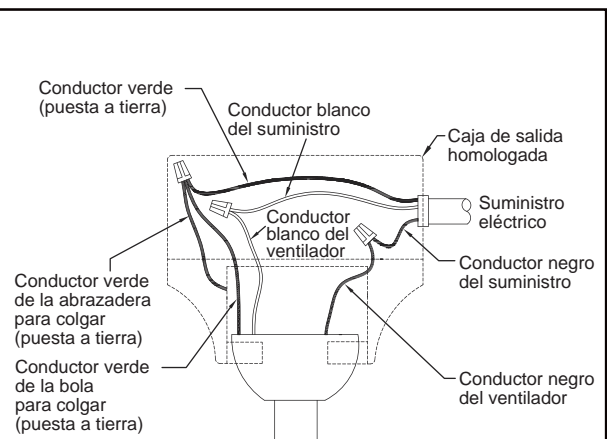

Figura 13
1. Conecte el conductor verde con conexión a tierra de la bola para colgar y el conductor verde con conexión a tierra de la abrazadera para colgar al conductor de suministro con conexión a tierra (posiblemente un conductor desnudo o un cable con aislante verde). Conecte los cables a los conectores provistos de forma segura. Conecte el conductor blanco del motor del ventilador al conductor blanco (neutro) mediante el conector provisto de forma segura. Conecte el conductor negro del motor del ventilador y el conector azul al conducto negro mediante el conector provisto de forma segura. (Figura 13)